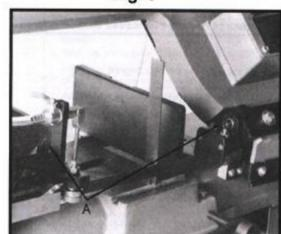

Fig. 6
2. Połącz kątownik maszynowy na stole obok ostrze jak pokazano na rys. 6.